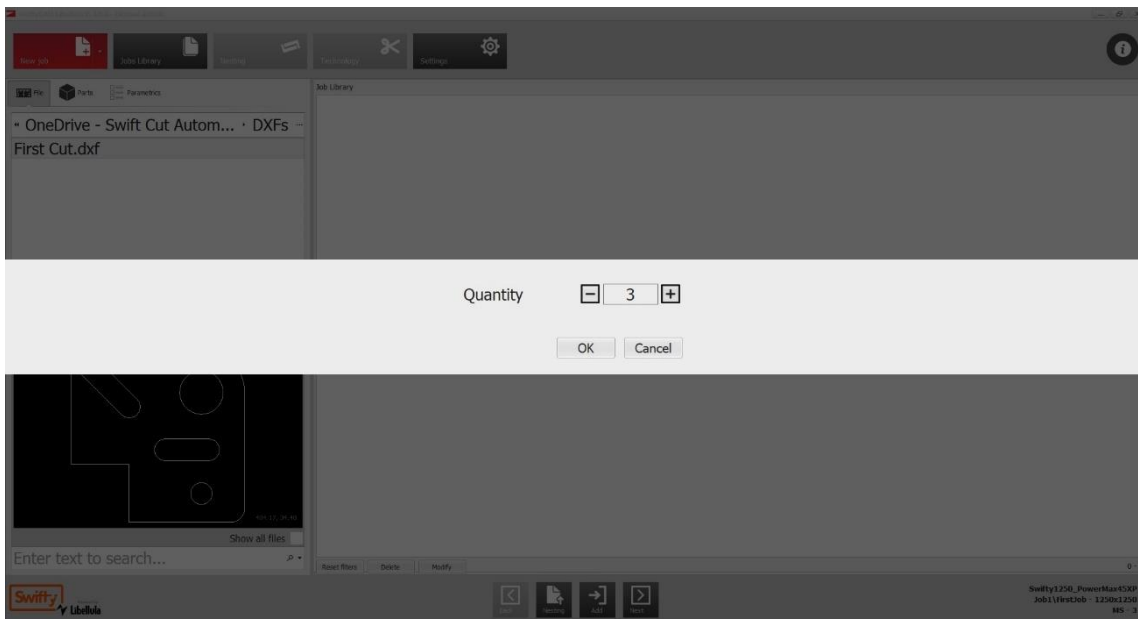

Fig. 52 Aantal componenten aanpassen
10. Selecteer het aantal componenten met behulp van de knoppen '+' en '-' (Fig. 52) en klik vervolgens op 'OK'.